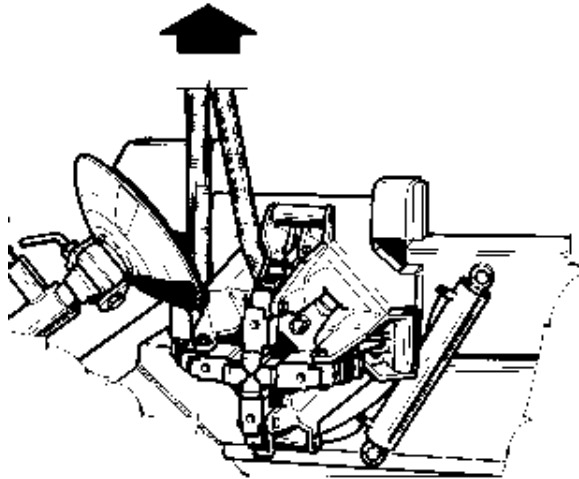

Fig.12
- B. Die Schrauben abschrauben, mit denen die Maschine an der Palette befestigt ist. Die Maschine nur über die beiden Transportösen mit ausreichend starken und langen (300 cm) Seilen oder Gurten hochheben (Abb.12).